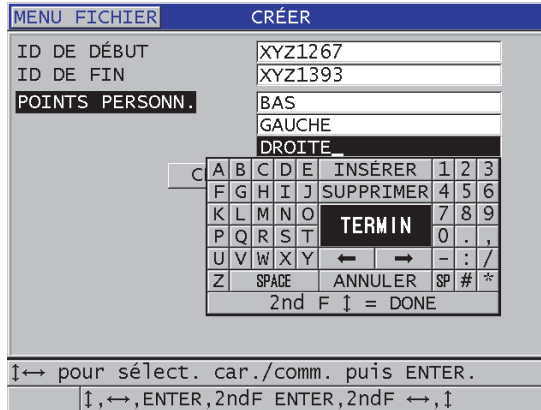

Figure 11-6 Configuration de la plage d'identifiants (ID) pour un fichier de données de type séquentiel avec points de mesure personnalisés
3. Sur la deuxième page de l'écran **CRÉER** (Figure 11-6 à la page 200), faites ce qui suit :